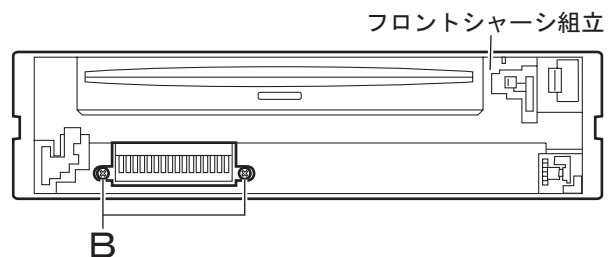

図 4
- (2) 本体前面より、フロントシャーシ組立を取り付けているネジ B 2 本を外します。(図4参照)